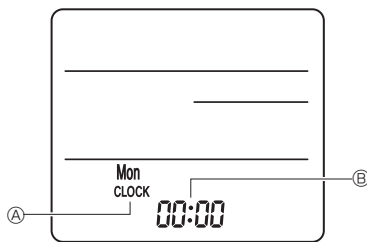

Fig. 7-8
3) Настройка (установка времени) (Fig. 7-8)